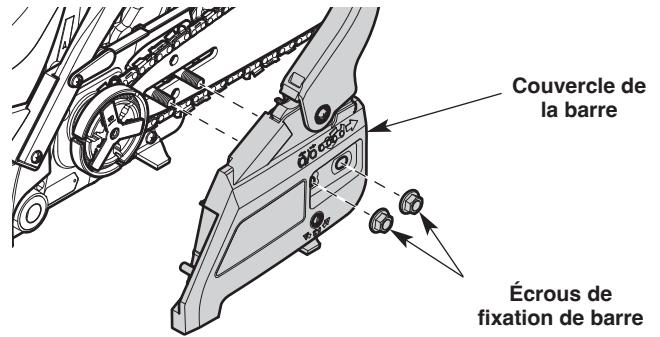

Fig. 29
2. Utilisez l'outil pour scie à chaîne ou une clé de 13 mm (1/2 po) pour desserrer les écrous de retenue du guide-chaîne (Fig. 29).
3. Retirez le couvercle de la barre et les écrous de retenue (Fig. 29).